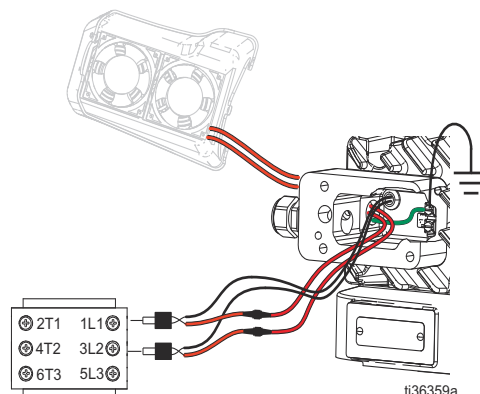

ABB. 15: Erdungsschraube anschließen
- Mit einem Klemmring die einzelnen Gebläsedrähte an einem der beiden Drähte aus der Elektronikabdeckung (3) anschließen und den Klemmring mit einer Crimpzange crimpen. Dann einen Satz Drähte in den an der Klemme 1L1 am Abklemmblock (7) anschließen, den anderen an 3L2. Siehe ABB. 15 auf Seite 15.
- Die Drähte wieder in den Anschlusskasten (88) stecken und die Anschlusskastenabdeckung (89) mit vier Schrauben (91) und Unterlegscheiben (19) anbringen.